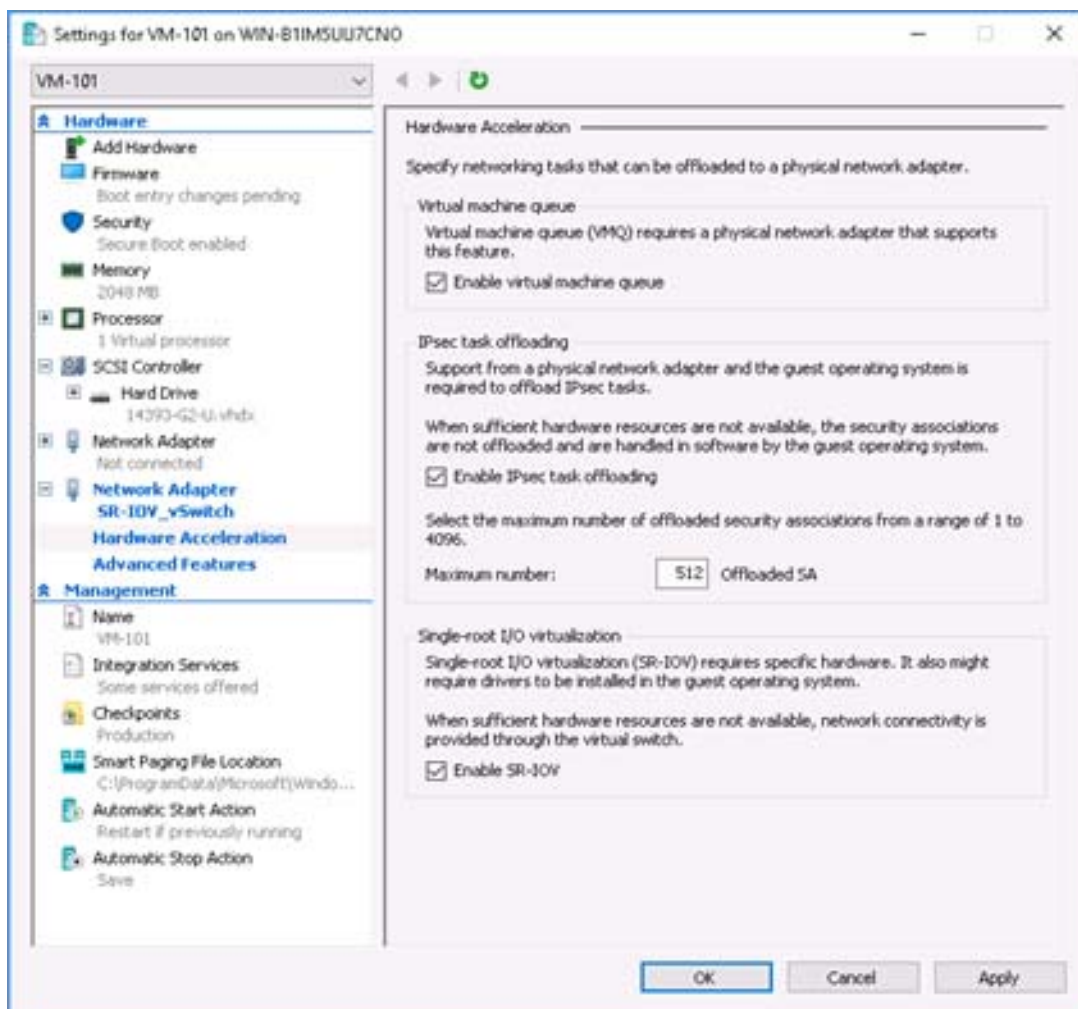

Abbildung 8-5. Einstellungen für VM: SR-IOV aktivieren
12. So erstellen Sie eine virtuelle Maschine (VM) und exportieren die virtuelle Funktion (VF) in die VM:
- Aktivieren Sie im Dialogfeld „Settings for VM <VM_Name>“ (Einstellungen für VM <Name der virtuellen Maschine>) (Abbildung 8-5) auf der Seite „Hardware Acceleration“ (Hardware-Beschleunigung) unter **Single-root I/O virtualization** (Single Root I/O-Virtualisierung) das Kontrollkästchen **Enable SR-IOV** (SR-IOV aktivieren) und klicken Sie dann auf **OK**.